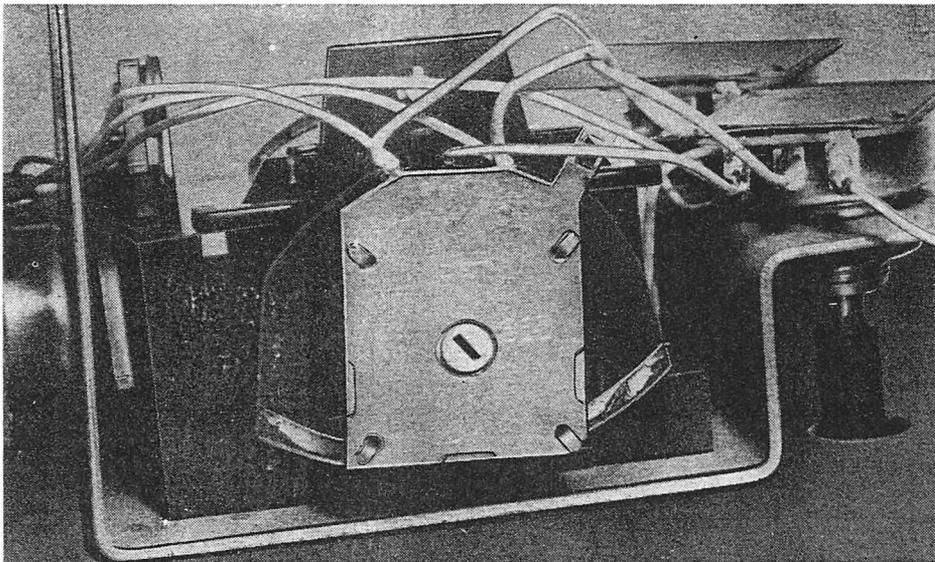

Bild 7 Potentiometer R6 für VCF-Modulation mit durchgeführter Welle
- Bild 7 Potentiometer R6 für VCF-Modulation mit durchgeführter Welle